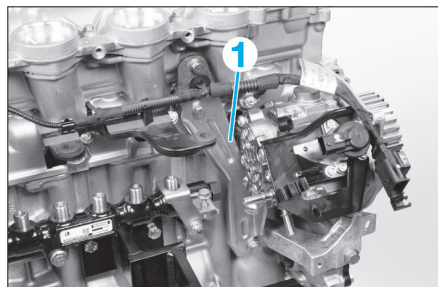

Fig. 81
- le support arrière de la pompe haute pression carburant (1) (Fig.81),